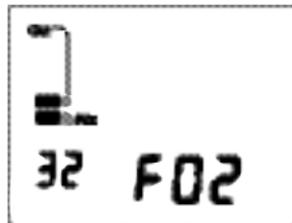

Fig. 43 - Premier affichage secondaire surface
paramètres affichés (Fig. 43):
- Appuyer brièvement (moins de 2 secondes) sur le bouton A (dessus) en affichage principal surface NOR mène au premier affichage secondaire qui donne (Fig. 43):